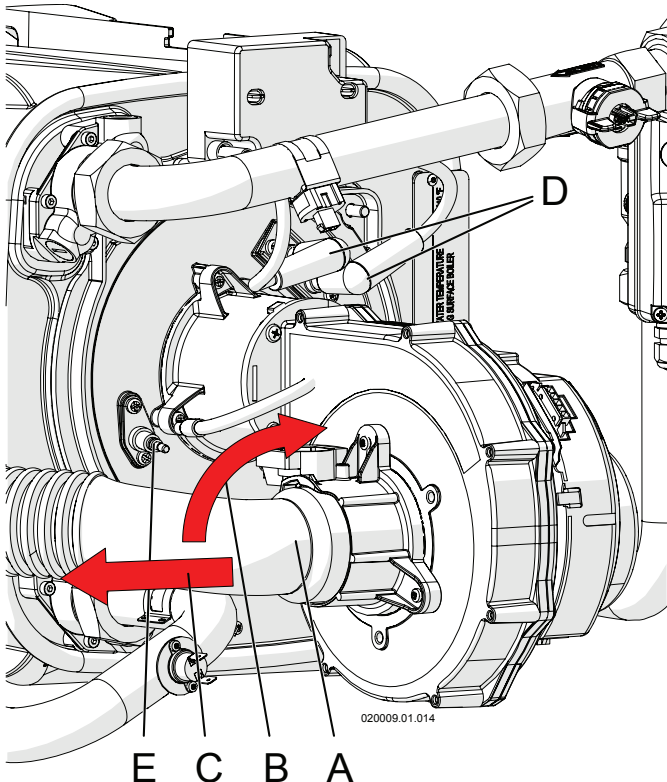

Figure 18-3 - Démontage du collecteur d'air
- 4.- démonter le collecteur d'air "A" de la Figure 18-3 en le tournant dans le sens horaire et en l'extrayant ensuite vers la gauche ;